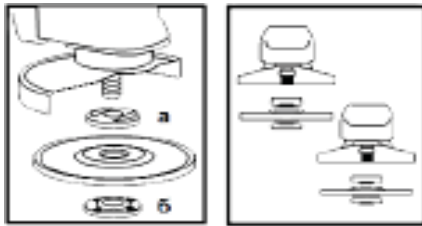

Рисунок 2
4.4 Установите на изделие шлифовальный либо отрезной диск. Для этого нажмите на кнопку фиксации шпинделя (1) и проверните шпиндель до такого положения, при котором он зафиксирован. С помощью вилочного ключа из комплекта изделия отверните и снимите зажимную гайку (б) (смотрите рисунок 2). Установите шлифовальный диск на посадочное место фланцевой шайбы (а) (рисунок 2), наживите рукой зажимную гайку на шпиндель и затяните ее ключом из комплекта изделия. Отпустите кнопку фиксации шпинделя и убедитесь в том, что кнопка освобождена, путем двух- или трехкратного нажатия. Проверните диск и убедитесь, что шпиндель разблокирован. При установке диска с утопленным центром всегда устанавливайте его выпуклой стороной к фланцевой шайбе.